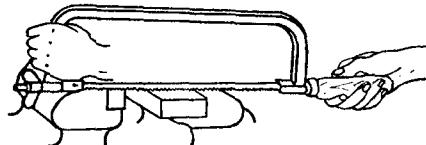

图 1-5
1. 夹好工件，一般夹在虎钳左侧，以免锯割时碰手(图1-5)。